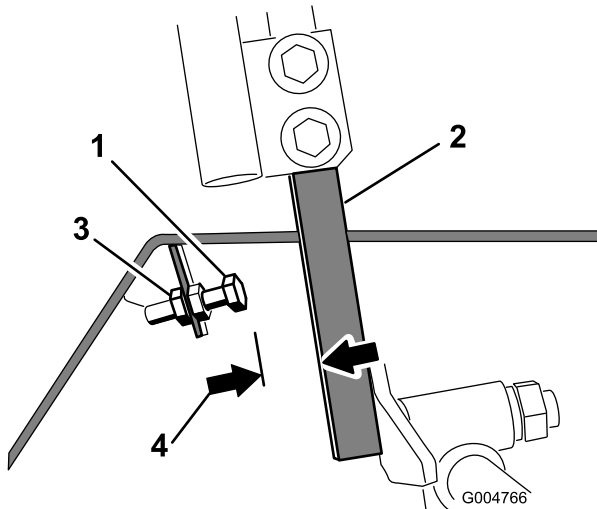

Bild 53
- Lösen Sie die Klemmmutter an der Anschlagschraube für einen Fahrtriebshebel (Bild 53).